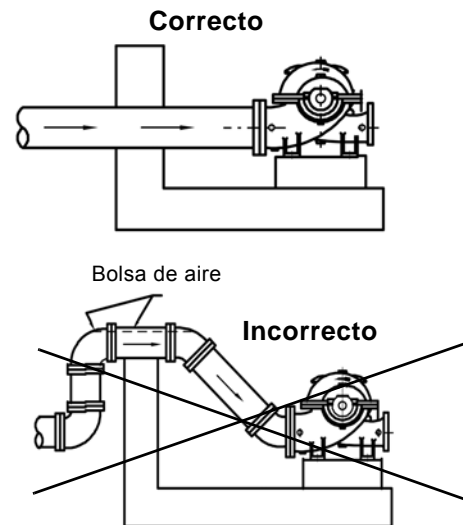

Fig. 8 Prevención de bolsas de aire
- Deben evitarse las elevaciones y bucles (consulte la fig. 8), ya que podrían dar lugar a bolsas de aire, acelerar el sistema o causar patrones de bombeo erráticos.